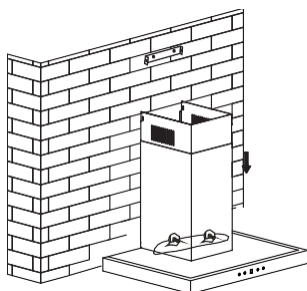

Fig.5
7. Montați coșul pe aparat și conduceți tubul de evacuare spre exterior. Apoi fixați hota pe perete cu 2 șuruburi de siguranță ST4×30 mm. Indicație: Cele două orificii de siguranță cu un diametru de 6 mm se află pe partea din spate a carcasei. A se vedea fig. 5 și 6.